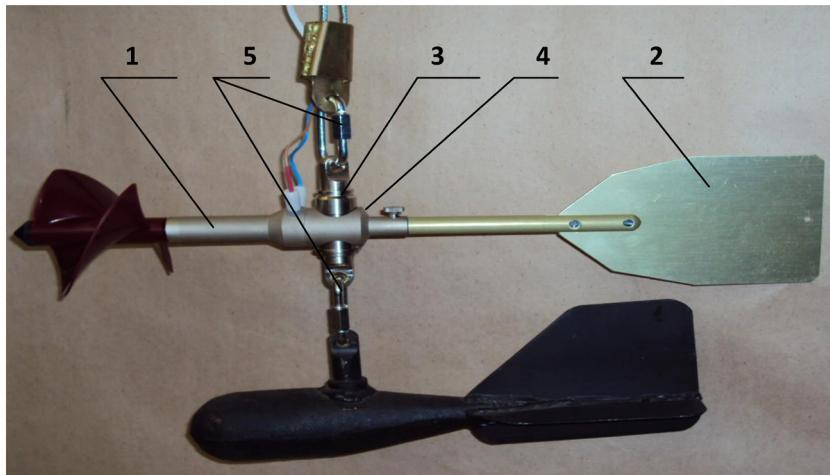
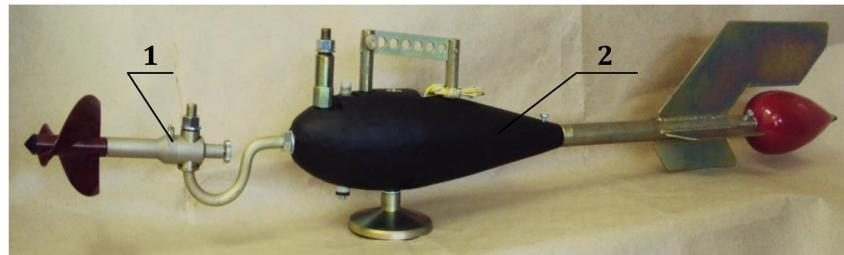

Рис. 5.5
Рис. 9.2
9.2.1.2. Установить при работе с троса вертушку 1 либо непосредственно на гидрометрическом грузе 2 (см. рисунок 9.2), либо на вертлюге 3 (см. рисунок 5.5).